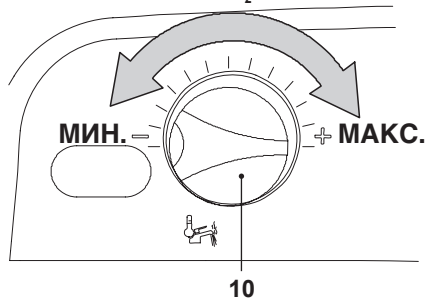

Рисунок 7.10
- Поверните регулировочную ручку температуры ГВС 10 на максимум Рисунок 7.10 и проверьте значение CO_2 .